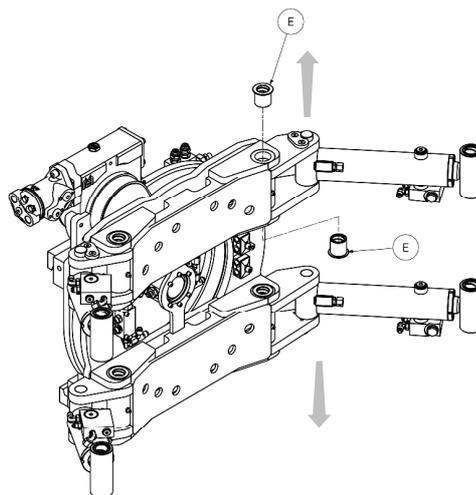

Abbildung 3
5. Durch die Verwendung von Riemen und Ketten ziehen Sie die Backe „D“ sicher heraus und führen Sie den Vorgang auch bei den anderen Backen aus, die in Abbildung 3 dargestellt sind.